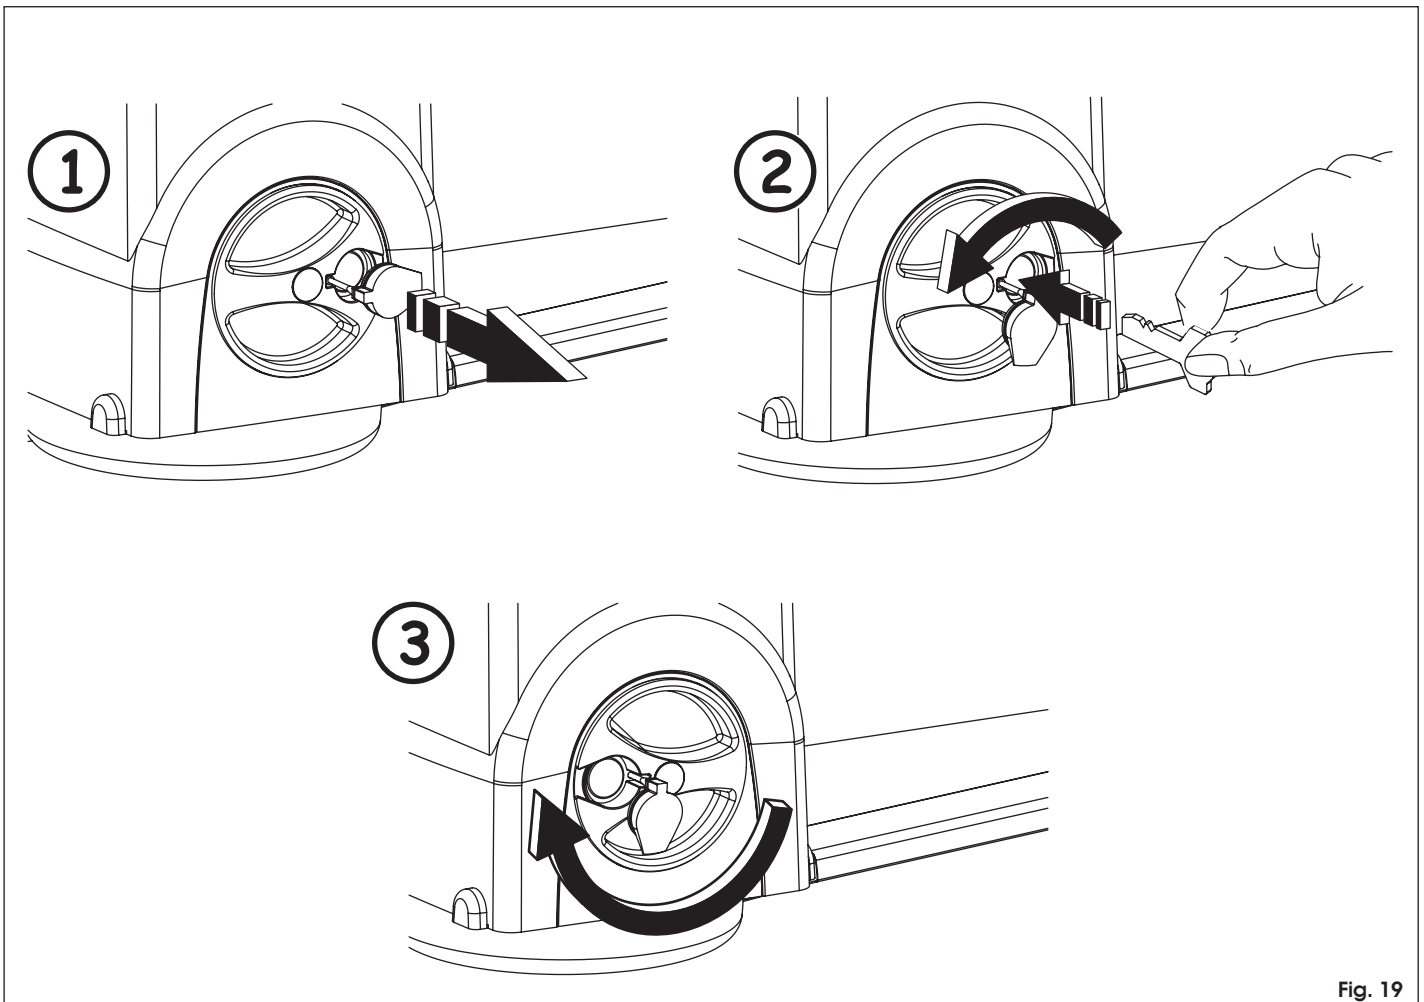

Fig. 19
2. Levante el tapón de protección de la cerradura, fig. 19 ref. ①.
3. Introduzca la llave y gírela en sentido contrario al de las agujas del reloj hasta que se detenga, fig. 19 ref. ②.
4. Gire la manivela de desbloqueo en sentido de las agujas del reloj hasta que se detenga, fig. 19 ref. ③.